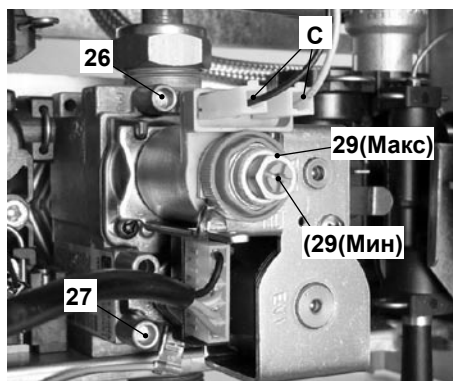

рис. 7.5
- При выключенном котле (не работающем) проверьте давление газа на входе, используя штуцер 27 (рис. 7.5), и сравните это значение со значениями, приведенными в таблице Давление газа питания в разделе «Технические данные» на стр. 18.
- Плотно закройте контрольный штуцер давления 27 (рис. 7.5)
- Откройте штуцер давления 26 (рис. 7.5) на выходе газового клапана и подключите газовый манометр
- Полностью откройте кран горячей воды, чтобы котел включился на максимальную мощность. Сравните измеренное давление со значениями на рис. 7.3. Чтобы отрегулировать максимальное давление на горелке, вращайте гайку 29 (max) на модуляторе рис. 7.5 (по часовой стрелке давление увеличивается).
- Отсоедините один из двух проводов модулятора "С" (рис. 7.5). Следите за тем, чтобы он не касался металлической поверхности котла.
- Сравните значение измеренного давления со значением на рис. 7.4. Чтобы отрегулировать минимальное давление на горелке, вращайте пластиковый винт 29 (min), рис. 7.5, удерживая латунную гайку от смещения. По часовой стрелке давление увеличивается.
- Закройте контрольный штуцер 26 рис. 7.5
- Откройте штуцер давления на выходе газового клапана (26 на рис. 7.5), и подключите проверочный манометр.